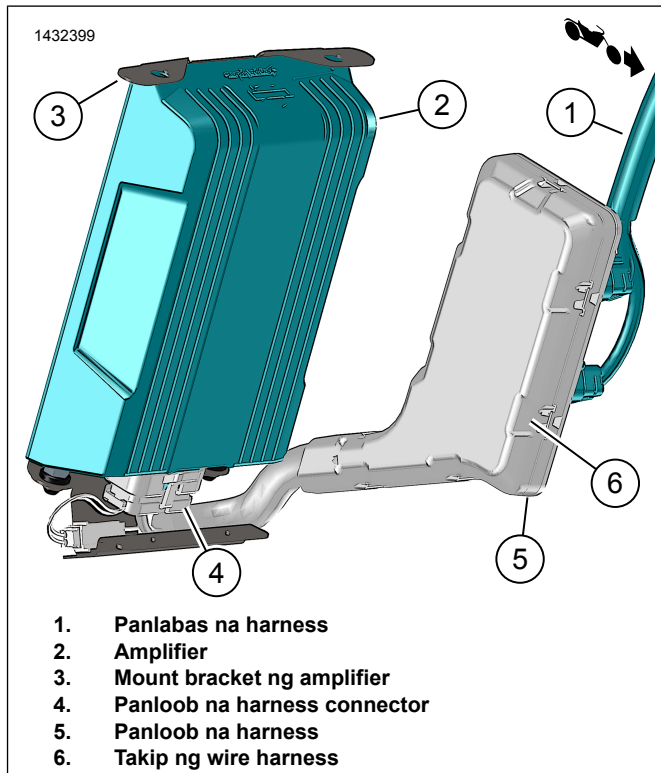

Figure 14. Assembly ng Amplifier ng Kanang Saddlebag
6. Figure 14 Ikonekta ang connector ng panloob na harness (4) sa amplifier (2).
10. Figure 14 Ikabit ang takip ng wire harness (6).